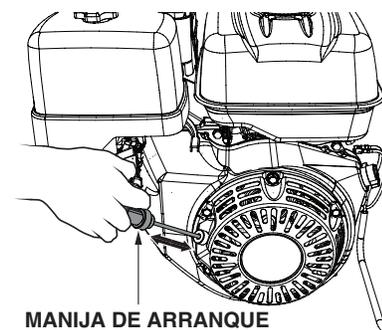

Figura 14. Manija de arranque
6. Tome la manija de arranque (consulte la Figura 14) y tírela lentamente. La resistencia se vuelve mayor en un cierto punto, que corresponde al punto de compresión. Tire la manija de arranque de forma rápida y uniforme para arrancar.
1. Mueva la palanca del acelerador a la posición de **ralentí** (consulte la Figura 14) y haga funcionar el motor tres minutos a baja velocidad.